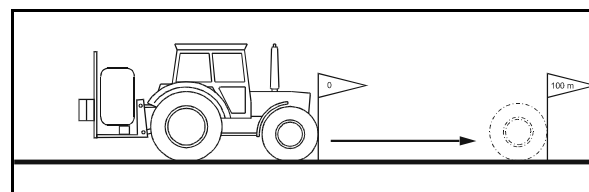

Рис. 119
2. Отметьте начальную и конечную точки (Рис. 119).